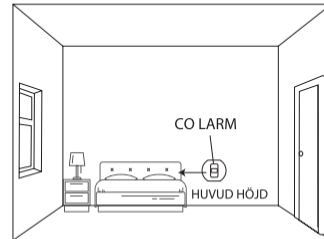

Bild 2: Installation i ett sovrum eller annat rum utan en förbränningsanordning (installerad i huvudhöjd)
2. Installera CO-larmet i ett sovrum eller rum utan en bränsleförbränningsanordning (se Bild 2):